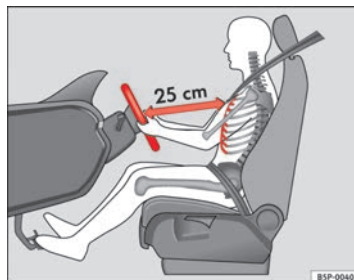

Fig. 133 Position de conduite correcte
- Réglez le volant jusqu'à ce que vous obteniez la position souhaitée $\Rightarrow$ fig. 133.
- Réglez le siège du conducteur ou le volant de sorte que la distance entre celui-ci et votre thorax soit au moins de 25 cm ⇒ fig. 133. Si vous ne respectez pas cette distance minimale, le système d'airbag sera dans l'incapacité de vous protéger – danger de mort !